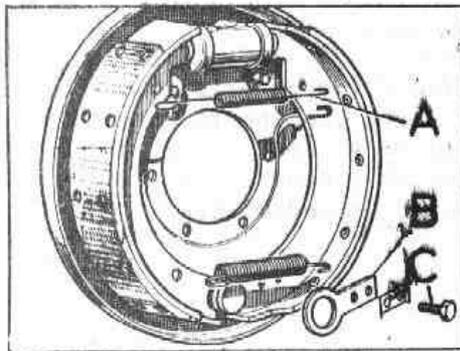

Fig. H-39 Elementos de fijación de las zapatas de freno
- 1.1. Aflojar el ajustador de la leva para eliminar la tensión del muelle A (Fig. H-39) de la zapata primaria, y extraer este muelle.